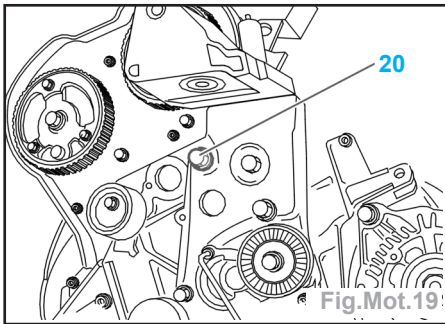

Fig.Mot.19
- Déposer la fourchette de maintien et sa vis de fixation (17) des tuyaux de refroidissement (18 et 19) sur l'arrière du boîtier de sortie d'eau.
- Déposer (Fig.Mot.19) :
- la vis (20),